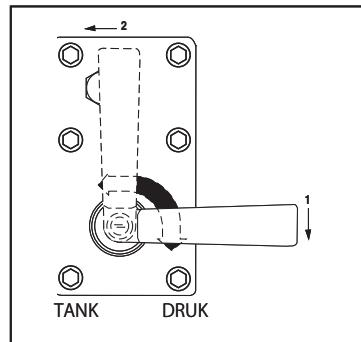

Figuur 6
- Neem voor een maximum prestatie gas terug tot tegen de aanslagpositie. De gashendel kan onder de aanslag bewogen worden voor een vrijloop. (zie figuur 6).